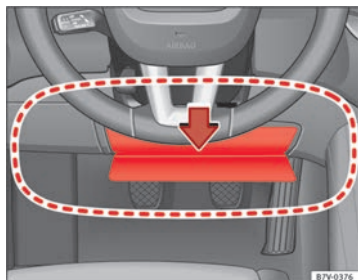

Fig. 25 Sul lato del conducente: Raggio d'azione degli airbag per le ginocchia.
La zona segnata in rosso ⇒ fig. 25 (A) resta coperta dall'airbag per le ginocchia quando scoppia (campo d'azione). Per questo motivo, non collocare mai o fissare oggetti in queste zone.